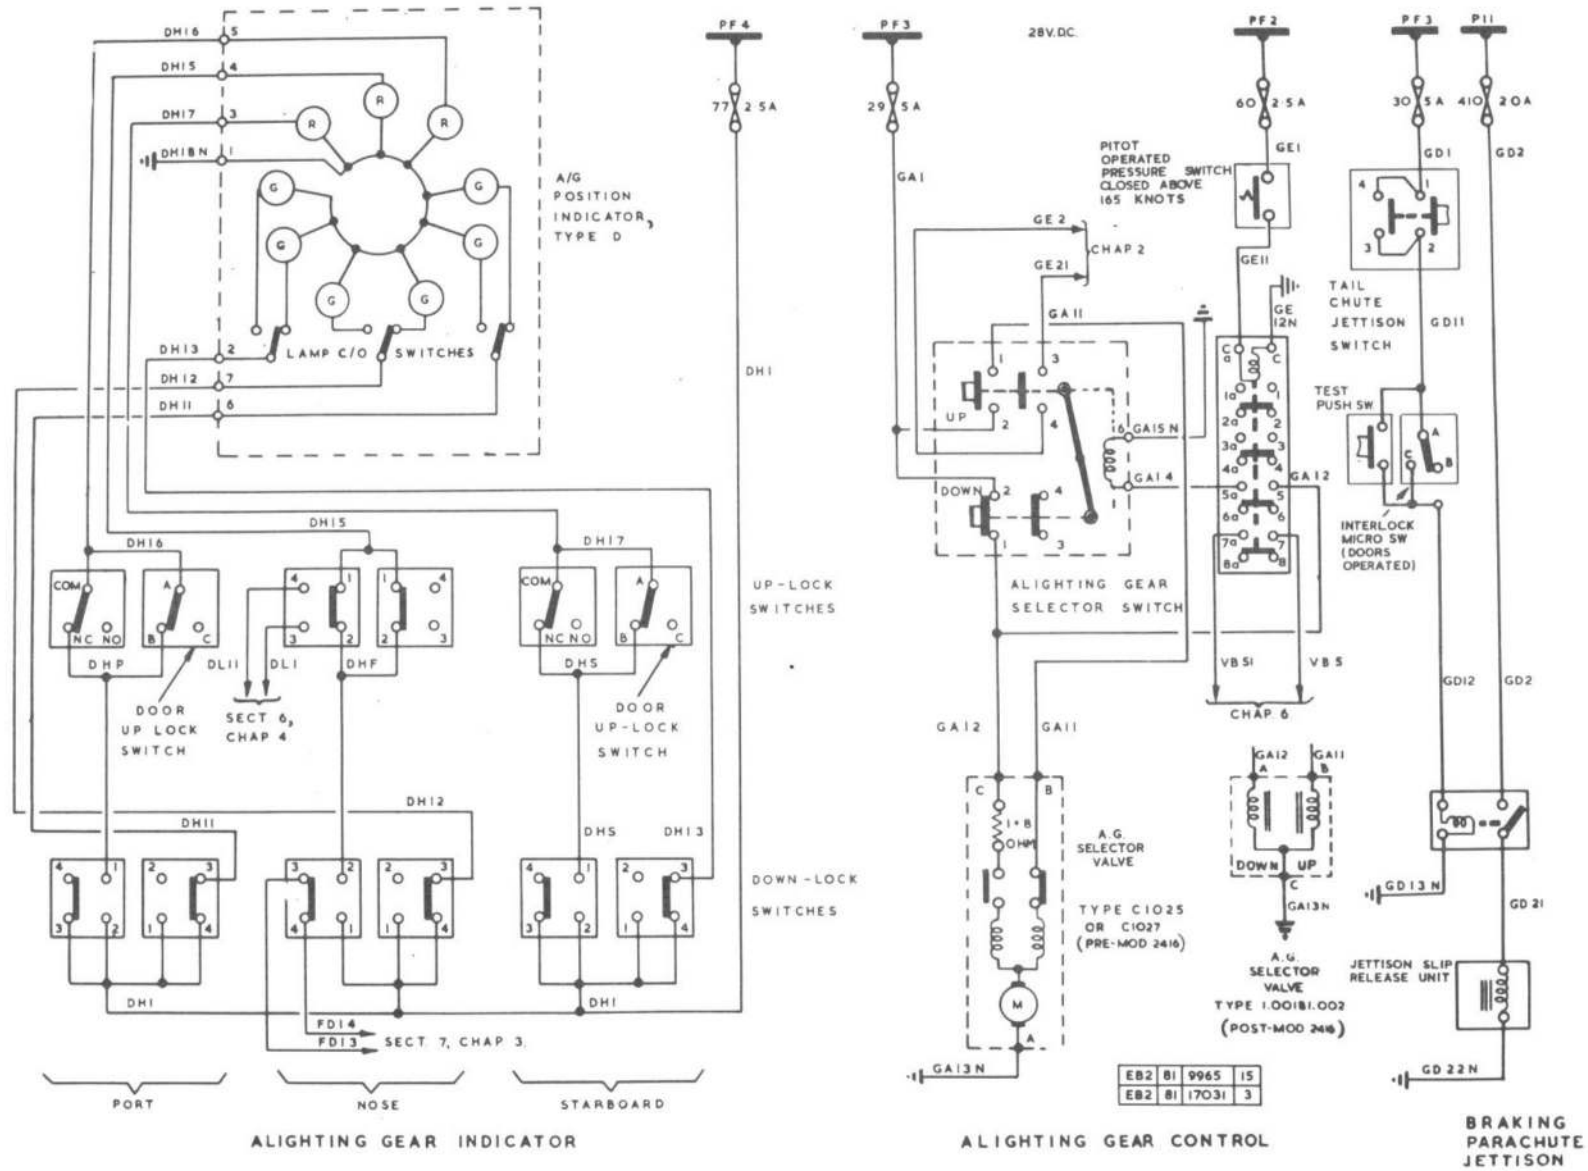

FIG.2. ALIGHTING GEAR - BRAKING PARACHUTE JETTISON
**Operation of microswitches (fig. 2)**